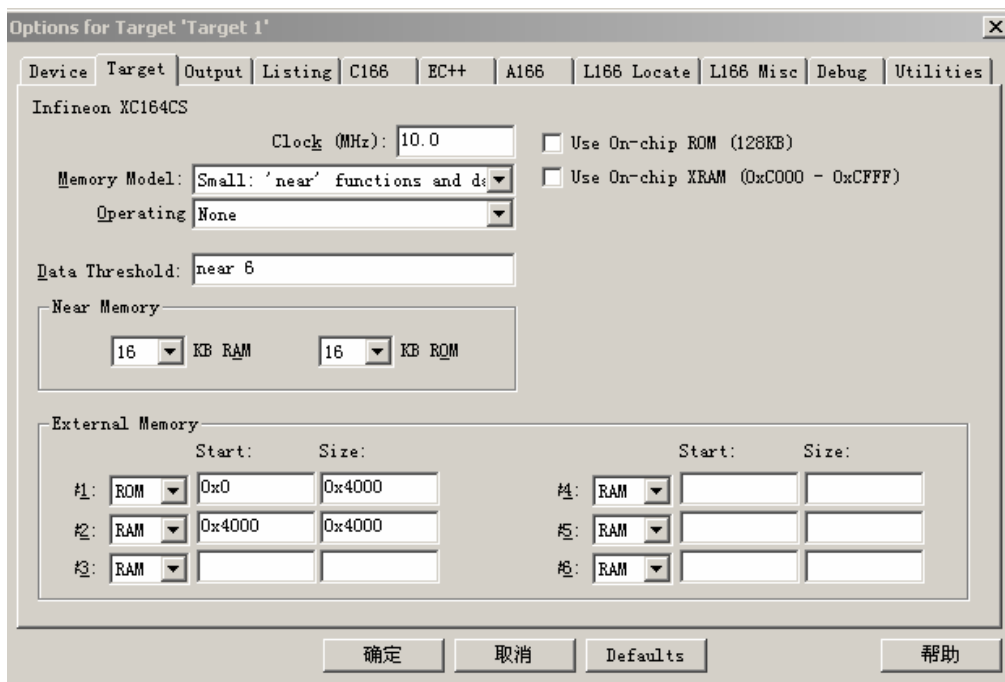

图 2
- 如图 2 选中 Use On-chip ROM；
- 如图 2 取消选中 Use On-chip ROM，设置片外 ROM，RAM 起始地址和大小；